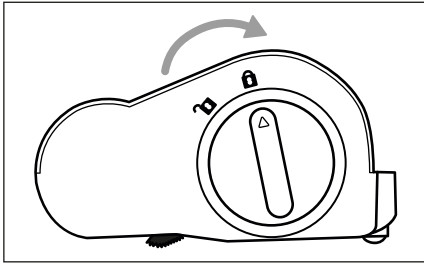

Fig. 25
- 5) Introduceți peria rotativă **19** în peria pentru podea **20** și rotiți dispozitivului de blocare a periei rotative **18** în direcția simbolului **2** (închidere) (a se vedea fig. 25).